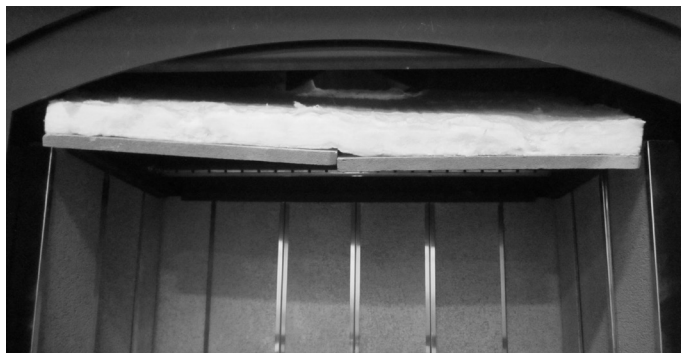

Figure 4.7
5. Retirez le déflecteur en deux (2) parties et l'isolant du foyer en les tirant vers le bas et vers l'extérieur. Voir la figure 4.7.